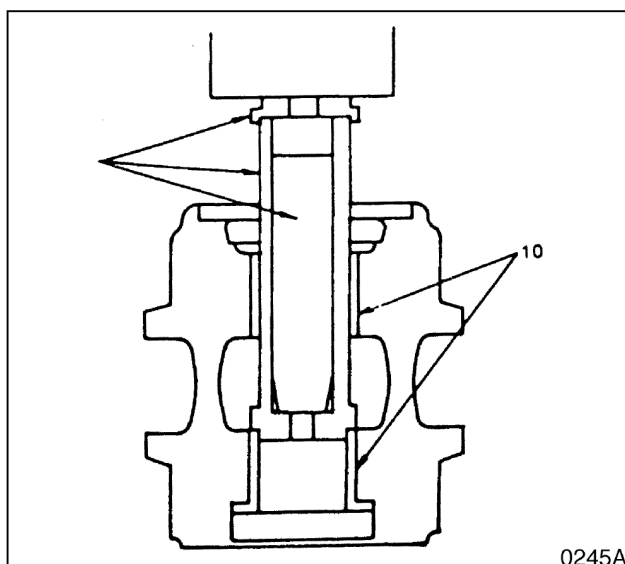

Рис. 45
5. Отделите вкладыш (10, рис. 45) от катка с помощью прессы и специального инструмента (ST – 1919).